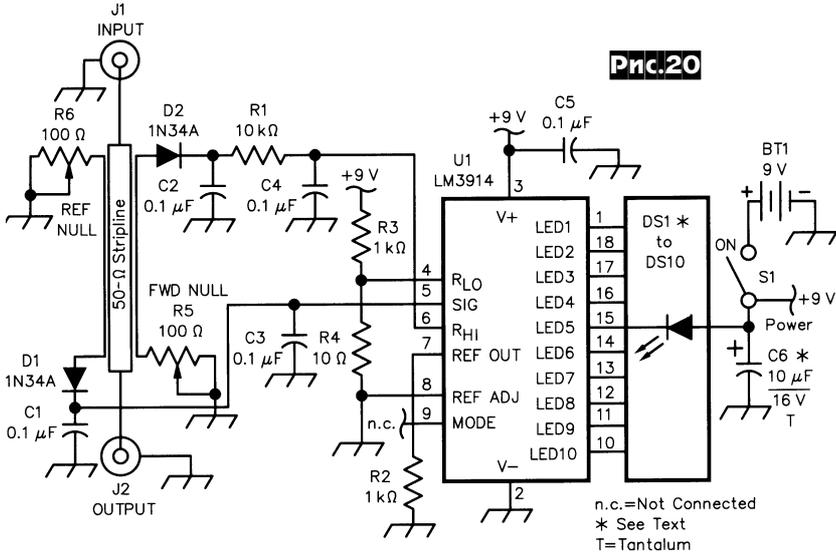

Рис.20
**Билл Ван Реммен**, KA2WFJ разработал малогабаритный **КСВ-метр** прямого отсчета для УКВ (рис. 20). Основой измерителя КСВ является полосковый направленный ответвитель. В качестве D1 и D2 используются германиевые диоды 1N34A или подобные. Для индикации отношения токов прямой (FWD) и обратной (REF) волн в линии применен драйвер десяти сегментной линейной матрицы светодиодов U1 LM3914. Собственно матрица DS1,...,DS10 представляет собой сборку N87F1693, но может быть заменена набором из десяти дискретных светодиодов. Резистором R1 необходимо установить на контакте 6 микросхемы U1 половину напряжения прямой волны, а резисторами R3, R4 - около 90 мВ на выводе 4 U1, тогда последний светодиод матрицы будет реагировать на КСВ = 3. На-